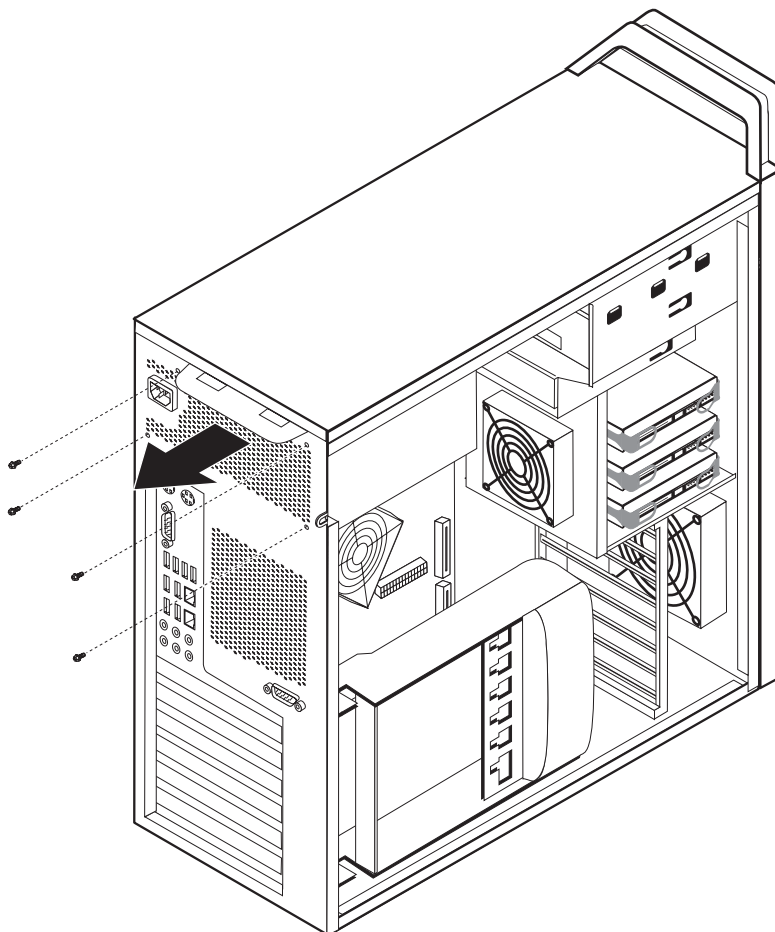

Figura 15. Sustitución de los tornillos de sujeción de la fuente de alimentación
5. Quite los cuatro tornillos que sujetan la fuente de alimentación a la parte posterior del chasis. Consulte la Figura 15.